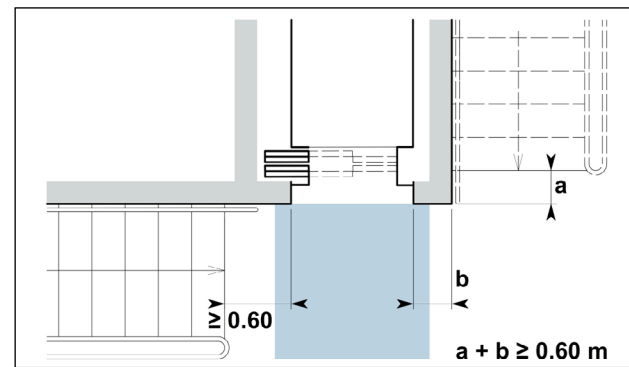

Fig. 2: distance par rapport à une volée descendante
- > Distance entre l'embrasure de la porte (cage d'ascenseur) et une volée d'escalier latérale et descendante: min. 0.60 m. Selon la norme SIA 500, cette distance représente la liaison la plus courte entre la marche d'arrivée et le bord intérieur de l'encadrement de la porte (Fig. 2).